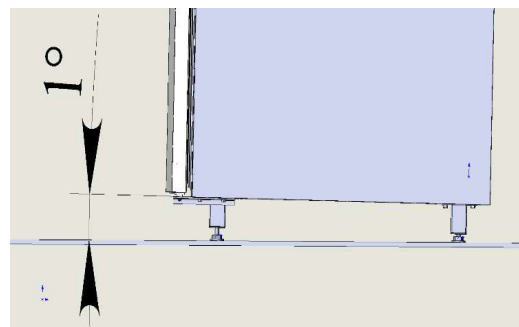

Рис. 10
11. Отрегулировать шкаф с наклоном на заднюю стенку на 1°-3° градуса - рис.10.